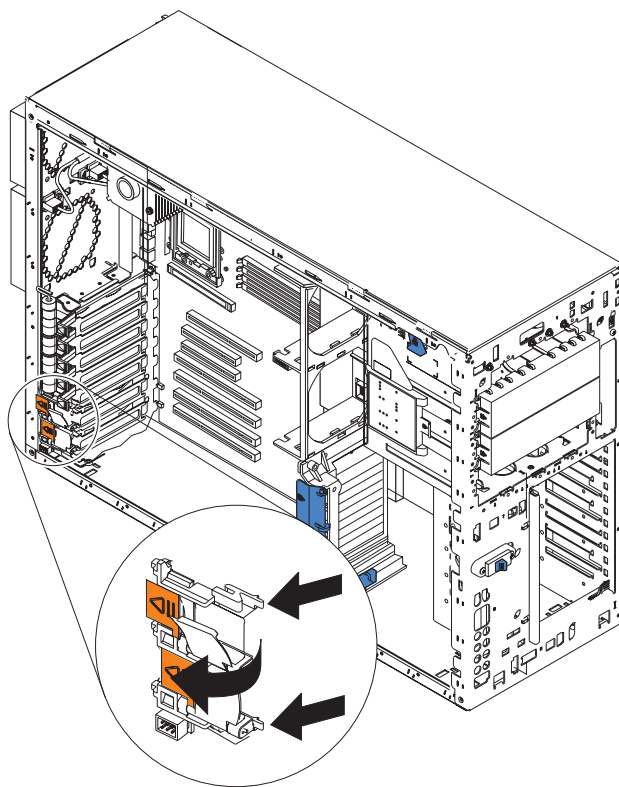
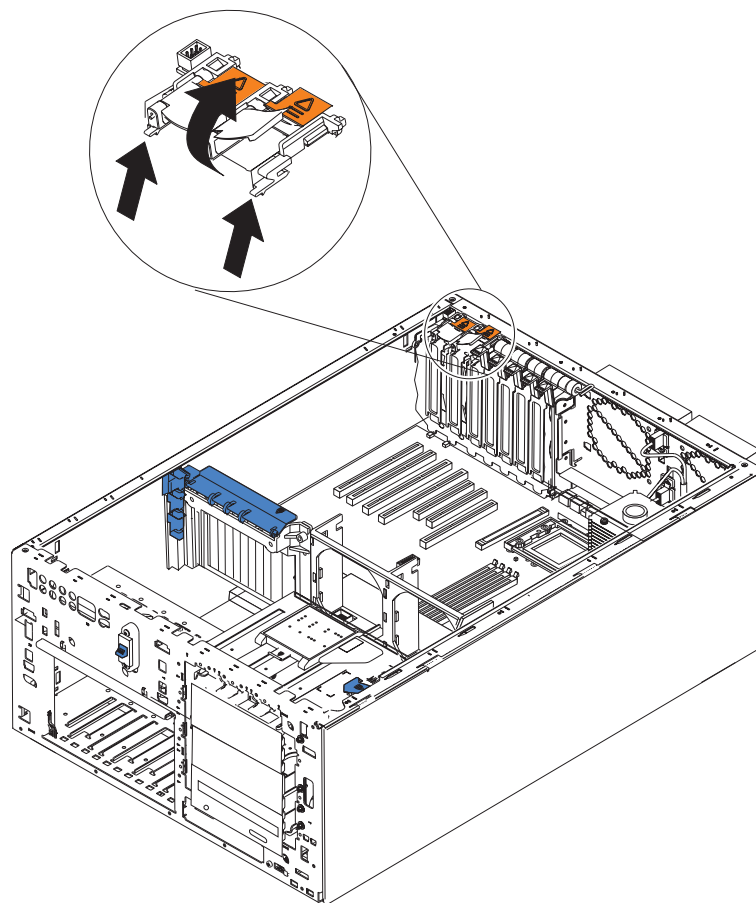

図 35. アクティブ PCI カードの取り外し (モデル 25T)
図 36. アクティブ PCI カードの取り外し (ラック・マウント変換機構付きモデル 25T)
7. カード上で 2 つのタブを押して (図 35 または 113 ページの図 36 を参照) シャシーから取り外します。